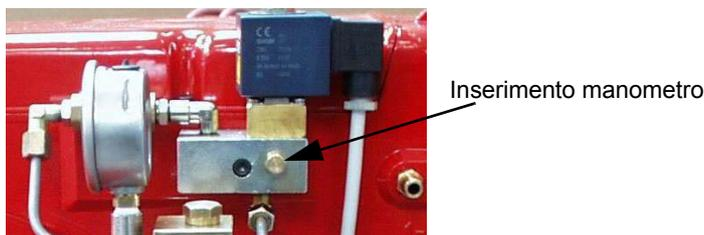
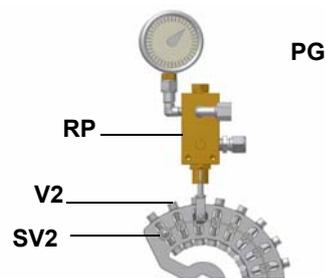

Fig. 37
Fig. 38
Esempio: se si ha in dotazione un ugello Bergonzo, con portata di 220 kg/h, si regola la pressione massima sul ritorno a 11 bar, alimentando a 20 bar in mandata: si ottiene una portata di 220 kg/h. Se, invece la pressione di ritorno che si vuole è di 5 bar, si deve agire sulla vite di regolazione del regolatore di pressione (vedi Fig. 37).
- 3 sfiatare l'aria dall'attacco (**M**) manometro della pompa (Fig. 37), allentando leggermente il tappo, senza toglierlo; quindi rilasciare il contattore.
- 9 La pressione di alimentazione ugello è già pre-tarata in fabbrica e non deve essere cambiata. Solo se necessario, regolare la pressione di alimentazione (vedi relativo paragrafo) nel modo seguente: inserire un manometro nella posizione indicata in Fig. 38 agire sulla vite di regolazione **VR** della pompa (vedi Fig. 37) fino ad ottenere una pressione all'ugello pari a 20 bar (ugelli Monarch o ugelli Bergonzo - vedere grafici a pag. 34);